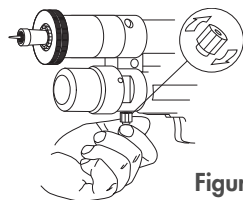

Figura 15
- 2) inverter a porca de protecção e apertá-la (no furo roscado) no dispositivo de retorno de emergência (C) (figura 15);